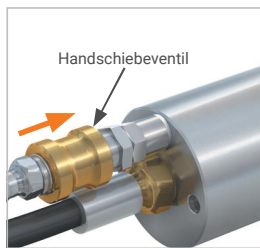

Abbildung 4
- ▶ Schieben Sie Schiebehülse des Handschiebeventils (Pos. 6) nach vorne (*Abbildung 4*). Der Steuerdruck wird zugeführt. Die elastischen Frontdichtungen (Pos. 7) werden komprimiert, der Adapter zieht sich selbstständig an den Prüfling an und stellt eine druckdichte Verbindung her.